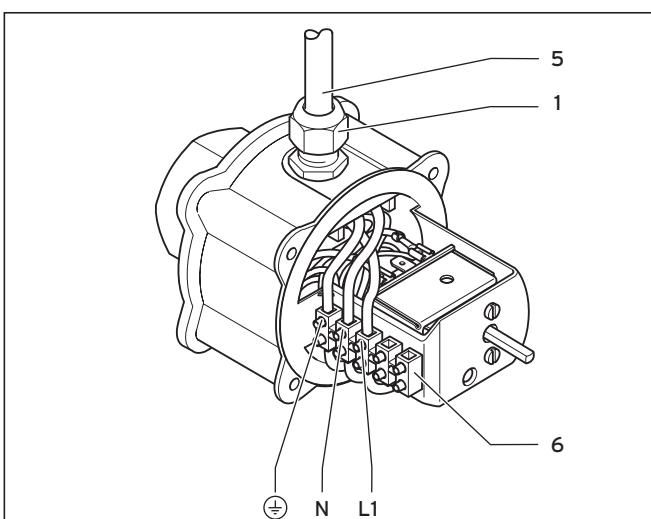
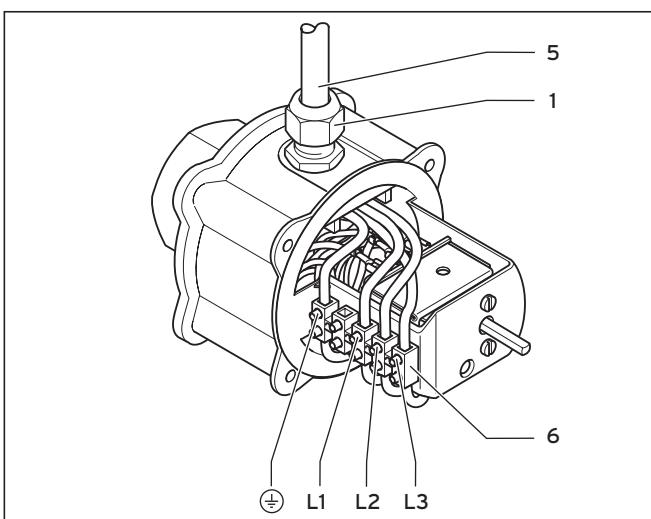

Fig. 6.2 Installazione elettrica del riscaldatore a 230 V
Fig. 6.3 Installazione elettrica del riscaldatore a 400 V
- Staccare la manopola di regolazione (3).
- Svitare le 4 viti a testa esagonale (4).
- Estrarre il coperchio della scatola (2).
- Fissare il cavo (5) con il raccordo PG (1). Mettere a nudo il cavo per la lunghezza corrispondente. Inserire il cavo attraverso il raccordo PG come indicato alla fig. 6.2 e 6.3 (1). Serrare il raccordo PG.
- Serrare il cavo a seconda della versione come da fig. 6.2 (230 V) oppure fig. 6.3 (400 V) alla morsettiera (6).
- Riapplicare il coperchio (2) e fissarlo con le 4 viti a testa esagonale (4).
- Reinserire la manopola di regolazione (3).